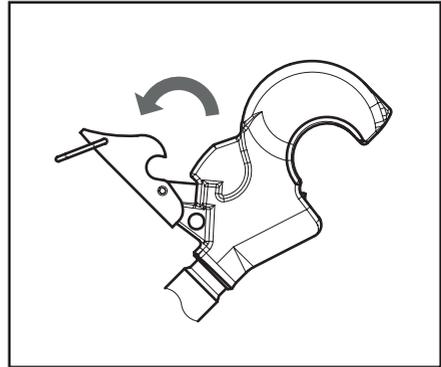

Abb. 5.89
7. Die obere Schubstrebe abkuppeln und hierzu den Entkupplungshebel nach hinten ziehen (Abb. 5.89).